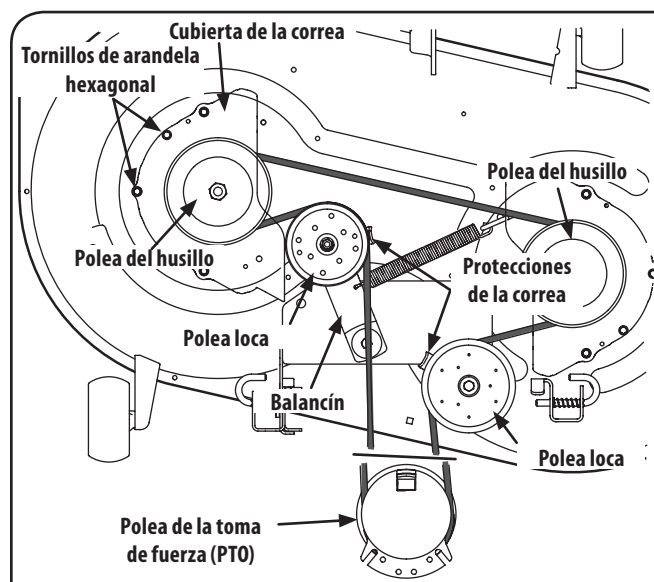

Figura 7-7
7. Coloque la correa como se indica en la Figura 7-7 y vuelva a instalar la plataforma.